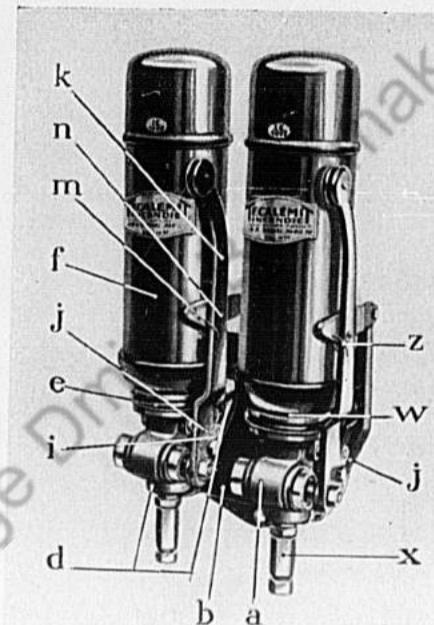

Bild 44. 1. Batterie mit 2 festen Feuerlöschern.
1. Batterie fest eingebaut, Typ IE 29 mit Elementen JE 26 (Bild 44). Jeder Löschern besteht aus einem Metallzylinder f, der die Löschflüssigkeit unter Druck enthält und dessen Unterteil ein angeschweißtes Zerreißplättchen als Verschluß besitzt; dieser Behälter ist auf einen Sodell a festgeschraubt, der gegenüber dem Sitz d verstellbar ist, auf dem er durch den Bügel e gehalten wird. Die beiden Sige d sind an einer Wandplatte b und die an der Panzerung befestigt.